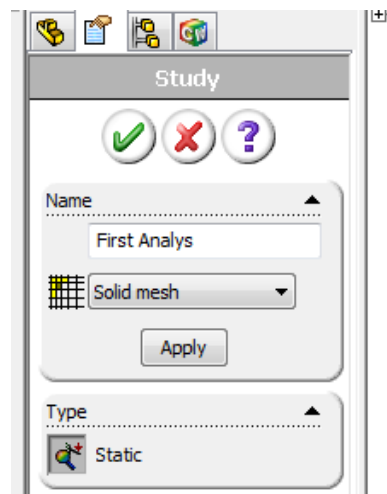

Рис. 1.10. Вибір типу аналізу та типу скінчених елементів
2. У вікні **Study** створіть **Static Analysis** (Статичний аналіз). Для цього до колонок укажіть ряд параметрів: **Study Name** (Назва аналізу) - довільне ім'я; **Analysis Type** (Тип аналізу) - **Static** (Статичний); **Mesh Type** (Тип сітки) - **Solid Mesh** (Просторові елементи). Введення даних здійснюється після подвійного клацання по відповідній клітинці (інший варіант – установити курсор у клітці й набрати потрібний текст). У першій колонці потрібно вести назву аналізу, у другій і третій - вибрати із меню відповідні параметри (рис. 1.10).